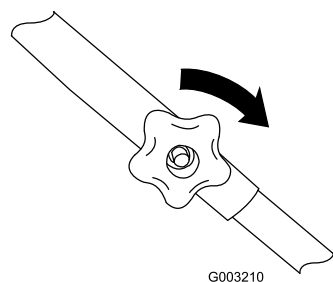

Figura 5
4. Montate i bulloni e le manopole della sezione superiore della stegola, posizionando le manopole sul lato esterno della stegola, e serrate a fondo le manopole (Figura 5).